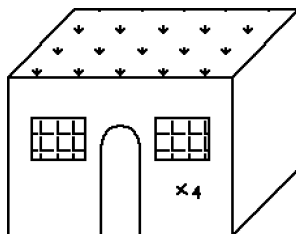

图 3-21 绘制步骤 (三)
(6) 单击“默认”选项卡“绘图”面板中的“图案填充”按钮,选择 ANGLE 图案为预定义图案,角度为0,比例为0.25,拾取如图 3-21 所示 4 位置的点填充小屋前面的砖墙。